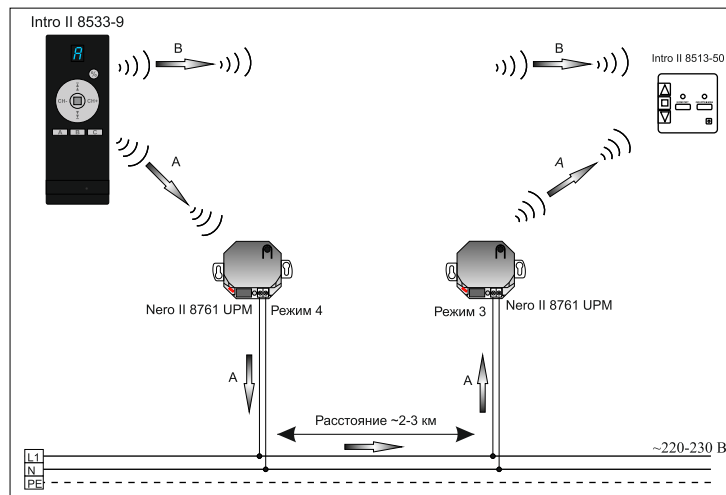
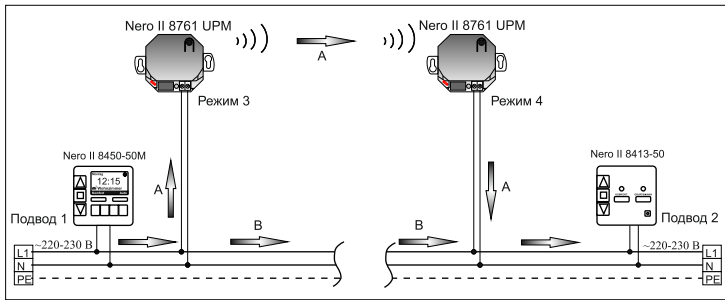

Рисунок 2 Пример реализации функции «Мост» по сети ~220-230 В.
Рисунок 3 Пример реализации функции «Мост» по радиоканалу Intro II
- В примере 2: если команда управления «пойдет» по радиоканалу Intro II (см. рис. 2, путь «В»), тогда команда, «пришедшая» по сети ~220-230 В (см. рис. 2, путь «А»), повторно выполняться приемниками не будет.
- В примере 3: если команда управления «пойдет» по сети ~220-230 В (см. рис. 3, путь «В»), тогда команда, «пришедшая по радиоканалу Intro II (см. рис. 2, путь «А»), повторно выполняться устройством не будет.